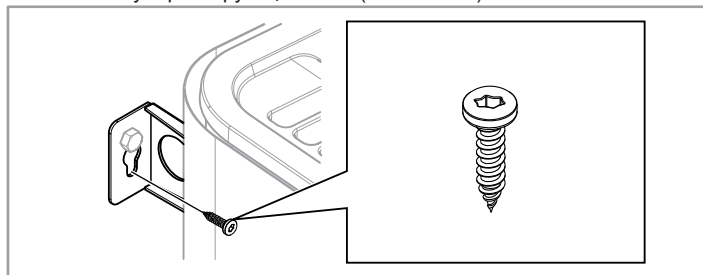

Рисунок 14: Фиксирующий винт для кронштейна
8. Зафиксируйте нагреватель в неподвижном положении, используя фиксирующий винт (см. Рис. 14).